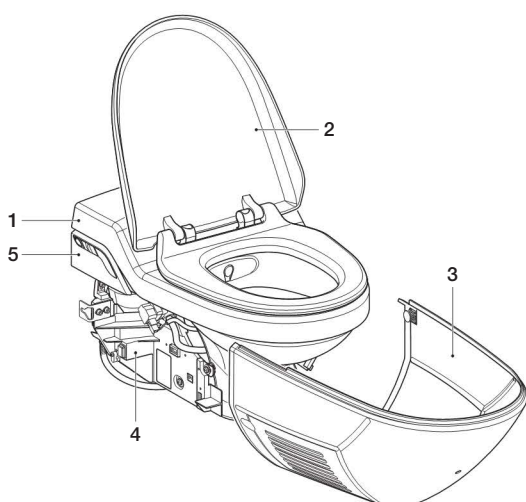

Bild 159: Aufbau Geberit AquaClean 8000 UP
- Komplettanlagen als Auf- oder Unterputz Variante mit Keramik, WC-Sitz und -Deckel (Bild 159)